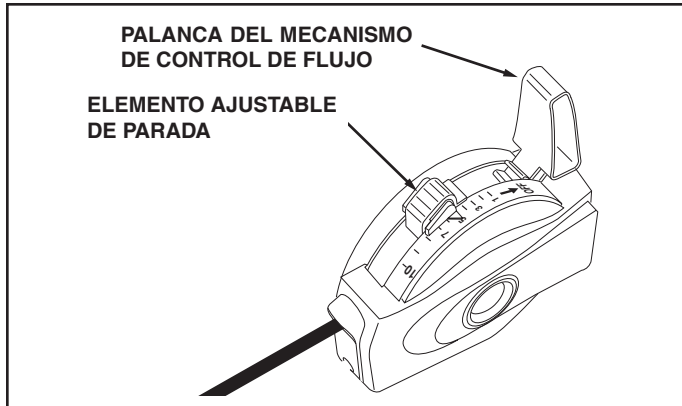

FIGURA 12
2. Mueva la Palanca del mecanismo de Control de Flujo hacia adelante hasta que encaje en el Elemento Ajustable de Parada, asegurando la Palanca en la graduación deseada. Vea la figura 12.